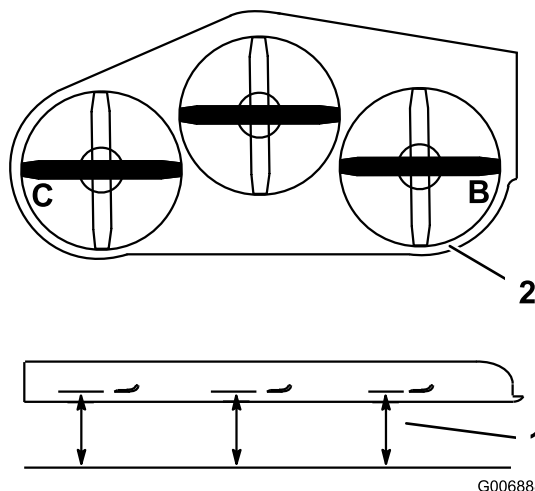

Figure 80
- Tournez la lame droite latéralement (Figure 80).
- Mesurez la distance au point **B** entre la surface plane et le tranchant de la pointe de la lame droite (Figure 80).
- Tournez la lame gauche latéralement (Figure 80).
- Mesurez la distance au point **C** entre la surface plane et le tranchant de la pointe de la lame gauche (Figure 80).